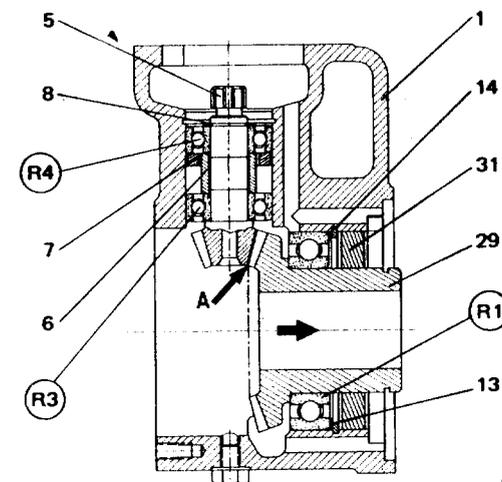

Fig. 4
2) Dégager la roue conique (Rep. 29) vers l'AR. (Fig. 4).
- Chasser la bague d'entraînement (Rep. 27) montée clavetée sur l'arbre (Rep. 20). (Fig. 4).
Monter un cimblot (Rep. 31) à la place du roulement R2. (Fig. 4).